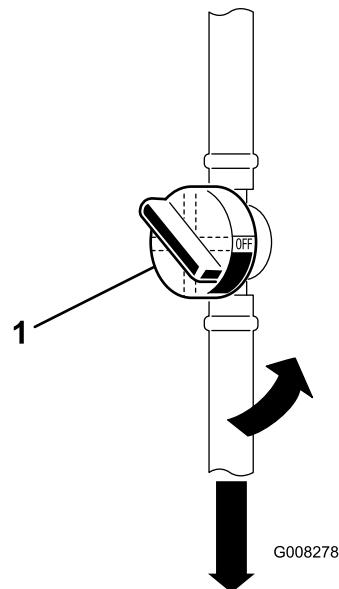

Figura 28
6. Cierre la válvula de cierre de combustible (Figura 28).
- 7. Apriete los extremos de las abrazaderas y deslícelas por el tubo alejándolas del filtro de combustible usado (Figura 28).